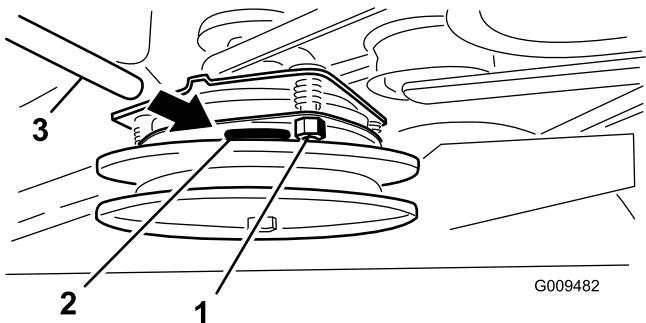

図 61
- 調整が必要な場合には、3箇所それぞれについて 0.381 mm に調整する。すき間ゲージがかるくはさまれるがまだ楽に動かせる程度までロックナットを締め付ける (図 61)。